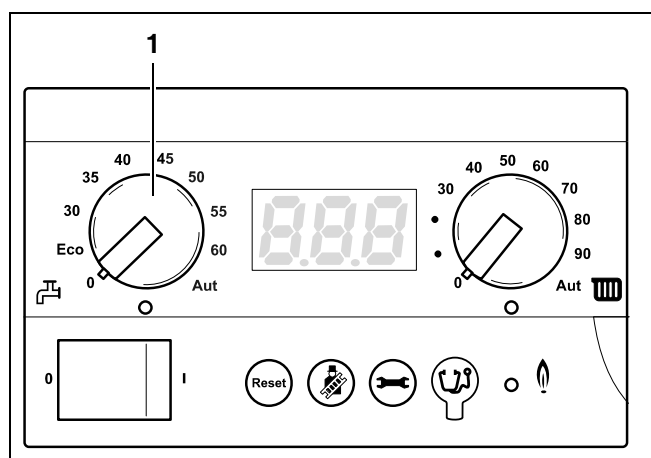

Fig. 18 Contrôleur de base BC10
- Indiquer à l'aide du bouton rotatif "Valeur de consigne ECS" (fig. 18, **pos. 1**) la température souhaitée pour l'eau chaude sanitaire du préparateur (voir tabl. 4).